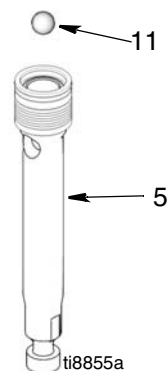

FIG. 10
5. (Fig 10) Instale a esfera (11) na haste do pistão (5). Se for aplicado Loctite® nas roscas da válvula de êmbolo, certifique-se de que o mesmo não entra em contacto com a esfera.